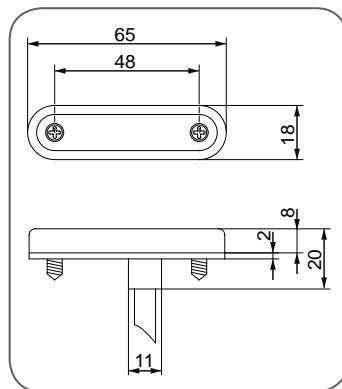

Fig. 12 - Spia di controllo
1. Montare la spia di controllo *vd.* ► Fig. 12 nel campo visivo posteriore del conducente.